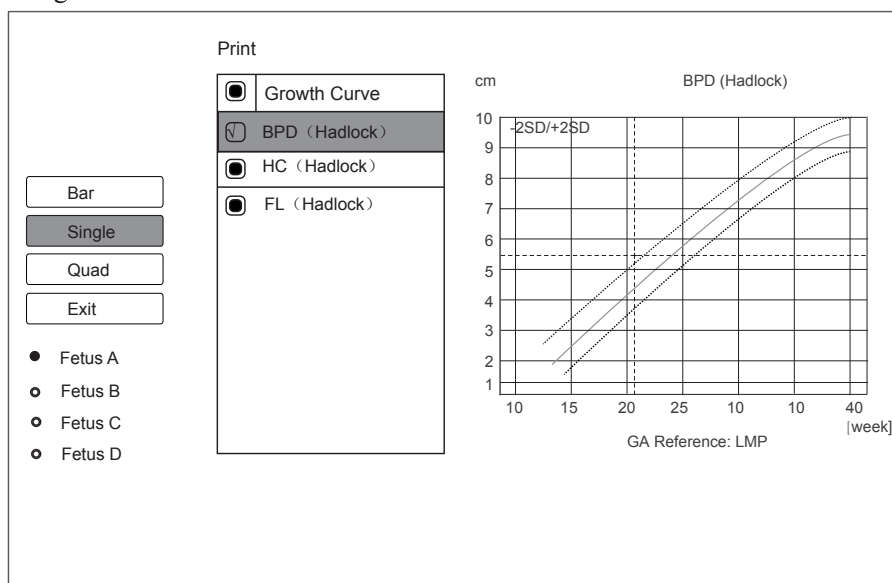

Abbildung 11-2 Fötale Wachstumskurven
3. Das gewünschte Messelement auswählen. Auf dem Bildschirm wird die entsprechende fötale Wachstumskurve angezeigt, wie in Abbildung 11-2 dargestellt.